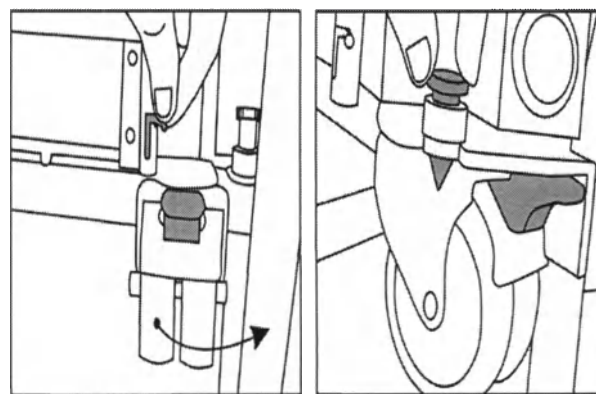

Рисунок 18
- 11) Освободить фиксаторы на обоих колесах и заведите каждое колесо под кронштейн тележки (наружу) до упора. Закрутить оба винта тележки до конца – см. рисунок 18.